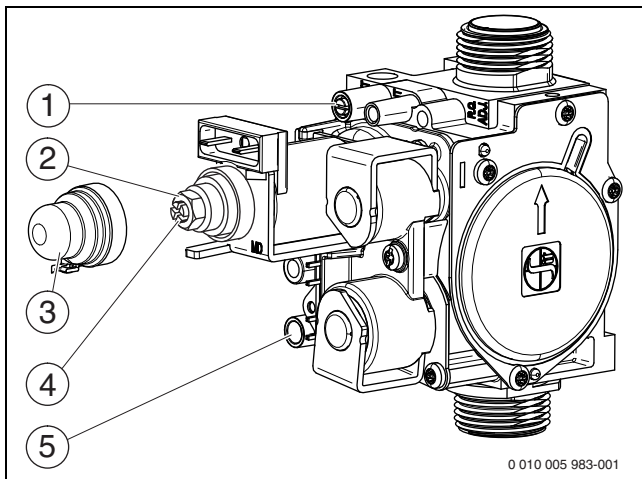

Рис. 31 Газовая арматура
- ▶ Отверните уплотнительный винт штуцера измерения давления на форсунках ( рис. 31, [1]) и подсоедините U-образный манометр.
- ▶ Снимите крышку ( рис. 31, [3]).
- ▶ Значение «max» давления (мбар) на форсунках приведено в таб. на стр. 46-48. Установите давление на форсунках регулировочным винтом максимального расхода газа ( рис. 31, [2]). Поворот направо - больше газа, поворот налево - меньше газа.
- ▶ Значение «min» давления (мбар) на форсунках приведено в таб. на стр. 46-48. Установите давление на форсунках регулировочным винтом минимального расхода газа ( рис. 31, [4]).
- ▶ Выключите котёл и закройте газовый кран, отсоедините U-образный манометр и заверните уплотнительный винт (рис. 31, [1]).
- ▶ Отверните уплотнительный винт на штуцере измерения подаваемого давления газа ( рис. 31, [5]) и подсоедините манометр.
- ▶ Установите и опломбируйте крышку ( рис. 31, [3]).
- ▶ Снимите заглушку с измерительного штуцера дымовых газов (→ рис. 31, [1]).